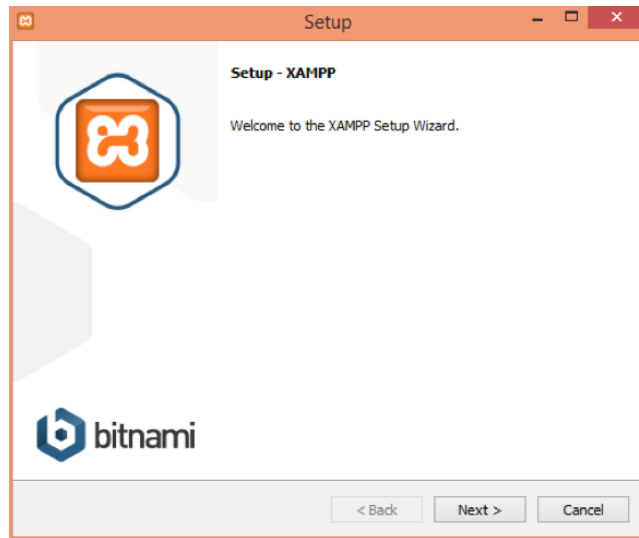

Figura 1.2: Schermata iniziale della procedura di installazione
- Fare doppio click sull'eseguibile scaricato, al fine di avviare il programma di installazione. Verrà mostrata la schermata in Figura 1.2.